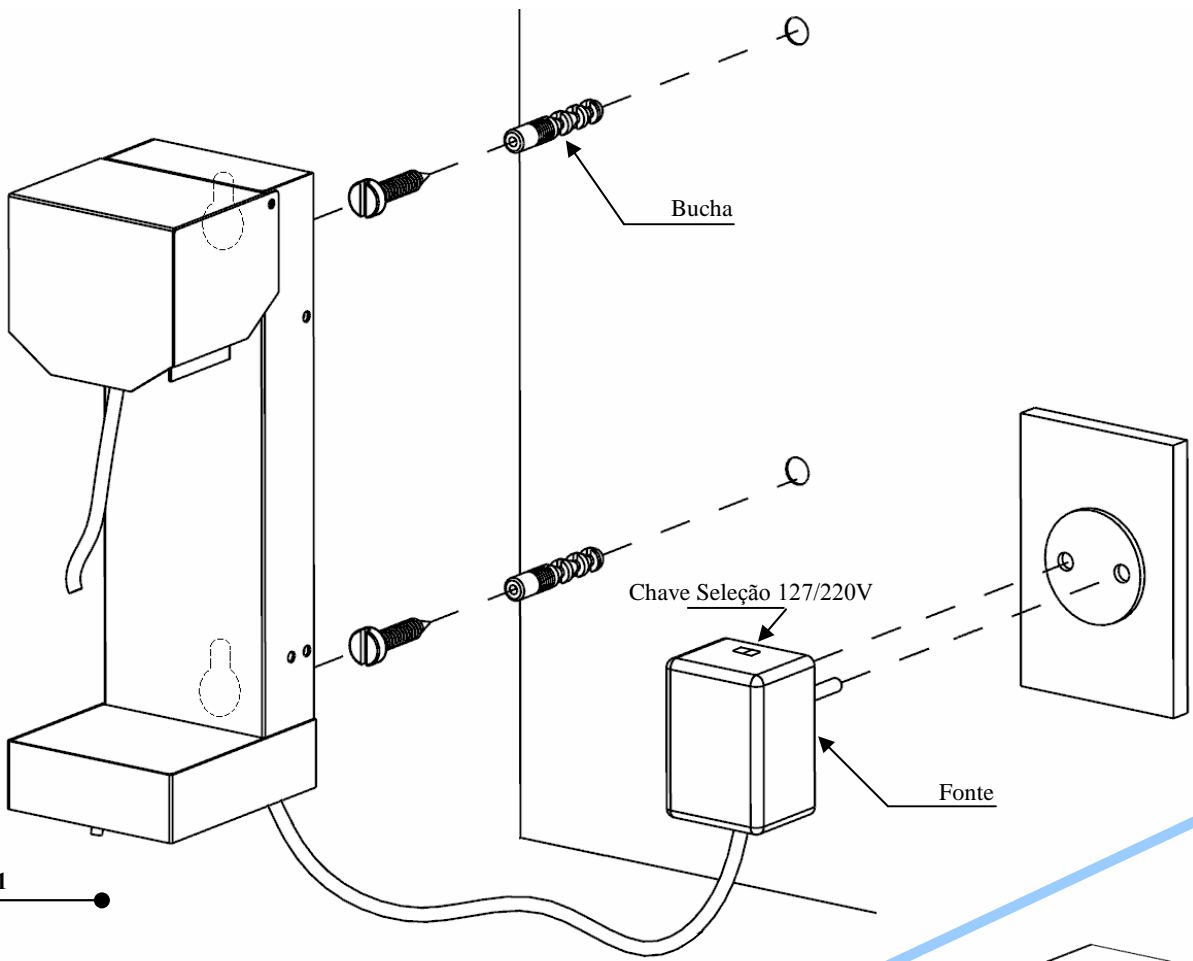

FIGURA 1
2. Insira as duas buchas, e em seguida os parafusos conforme a **Figura 1**, deixando uma folga de 5mm entre a cabeça do parafuso e a parede.